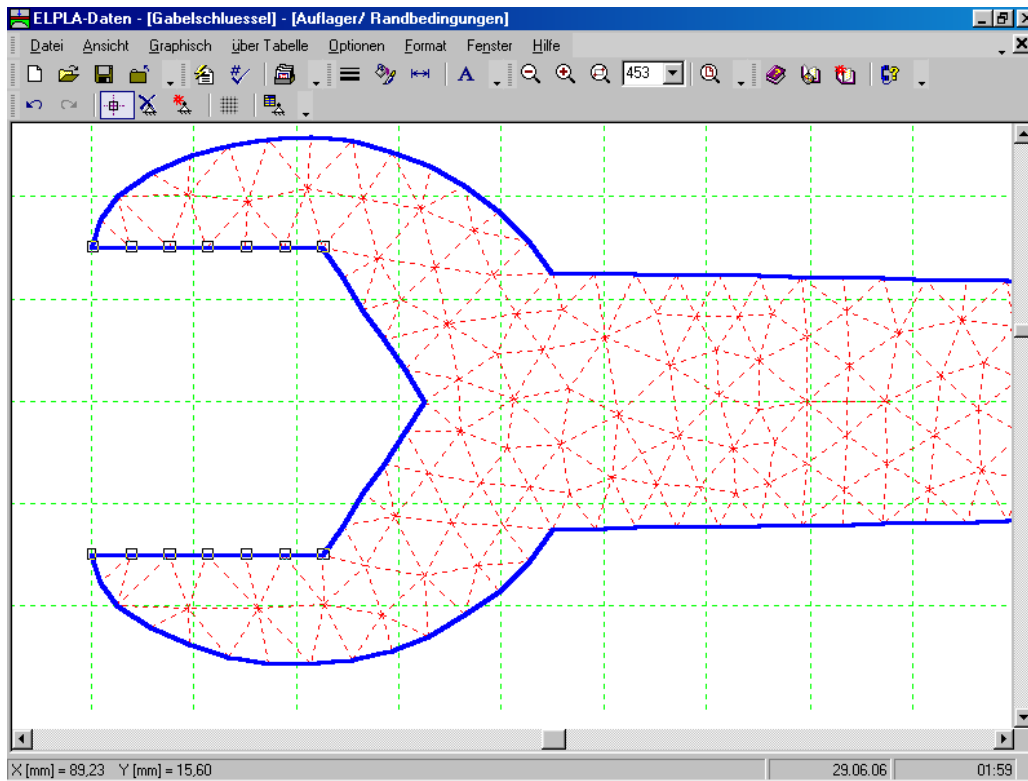

Bild 5-20 Markieren der Knoten mit Auflagern (kleine Rechtecke an den Ecken)
- Wählen Sie den Befehl "Knoten markieren" aus dem Menü "graphisch" im Bild 5-20. Wenn der Befehl "Knoten markieren" gewählt wird, ändert sich der Cursor von einem Pfeil zu einem Kreuz
- Klicken Sie die linke Maustaste auf den gewünschten Knoten mit Auflager, wie im Bild 5-20 gezeigt
- Nach dem Auswählen von Knoten der Auflager wählen Sie "Auflager einfügen" aus dem Menü "graphisch" im Bild 5-20